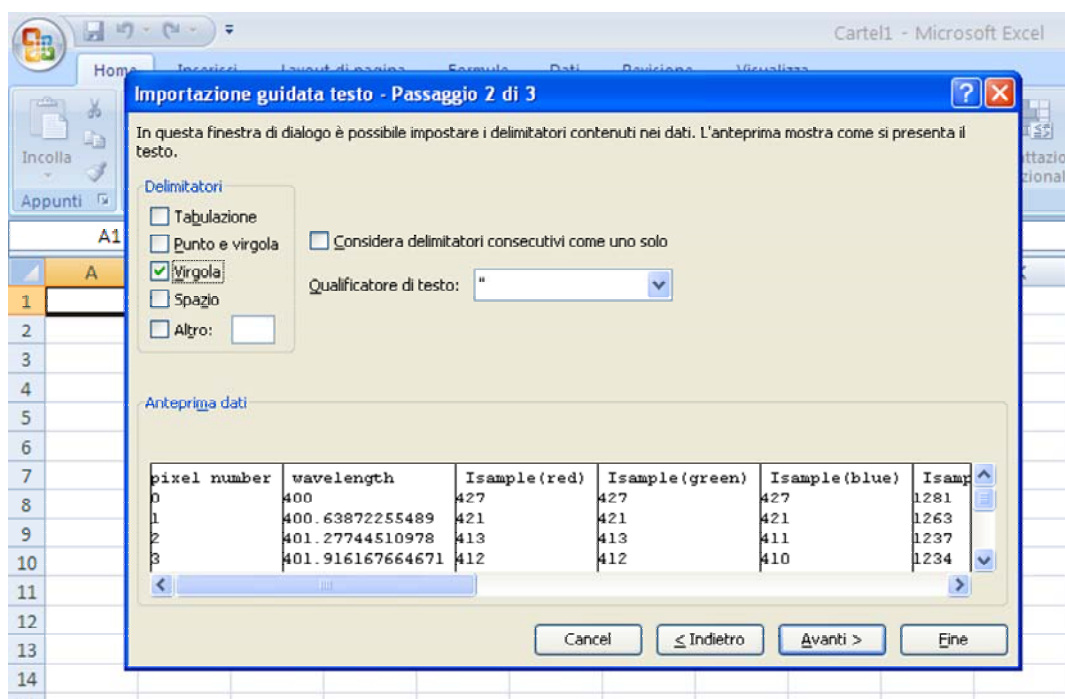

Figura 9: impostazione della virgola come separatore tra i campi e anteprima della separazione dei campi.
- 8) Nel campo *Delimitatori* selezionare *Virgola* (Figura 9)